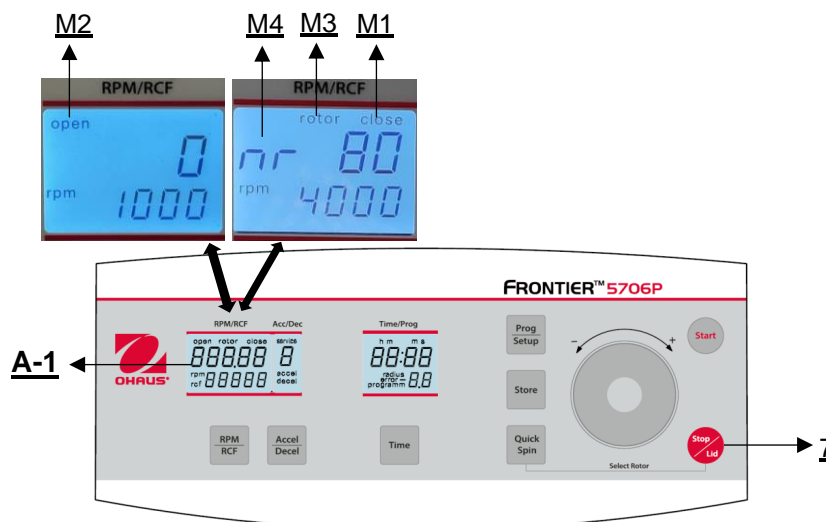

Figure 16
Après le cycle, lorsque le couvercle de la centrifugeuse reste fermé, le mot "**close**" (M1) continue d'apparaître sur l'écran "**RPM | RCF**" (A-1). En même temps, le numéro d'identification du rotor, par exemple "**nr 80**", est affiché sur l'écran (M4). Dès que le couvercle est relâché en appuyant sur la touche "**Stop | Lid**" (7), le mot "**open**" (M2) apparaît. Vous pouvez maintenant ouvrir le couvercle de la centrifugeuse. Veuillez vous référer à **la figure 16** ci-dessous.
Veuillez vous référer à la **figure 16** ci-dessous.